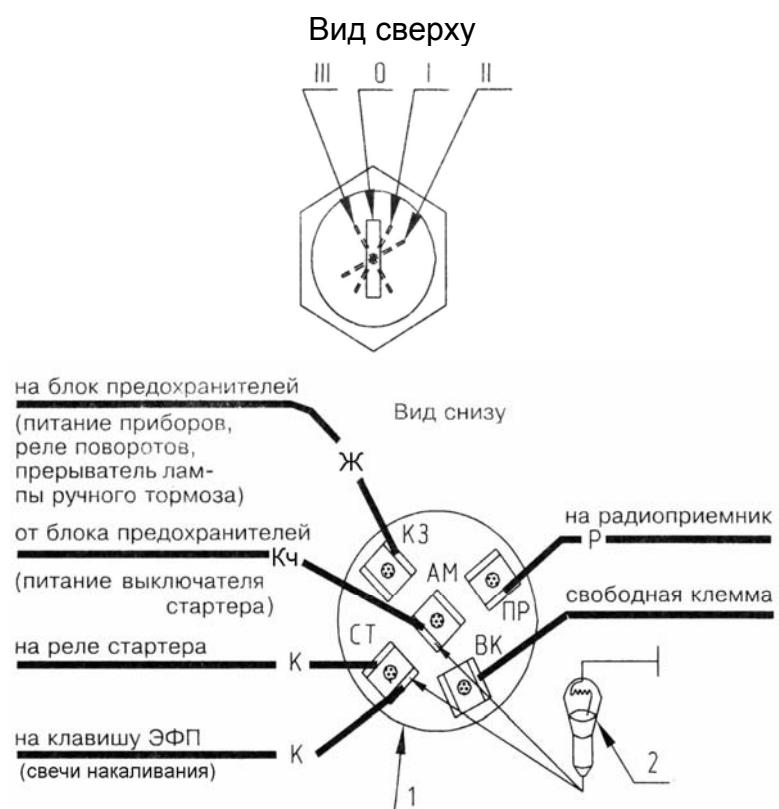

Рис.8 Проверка исправности выключателя стартера (SA6). Для щитка 80-3805010-Д1.
- проверьте исправность выключателя стартера (SA6), подключив контрольную лампу одним проводом к "массе", а другим поочередно к клеммам выключателя (рис.8 и 9):